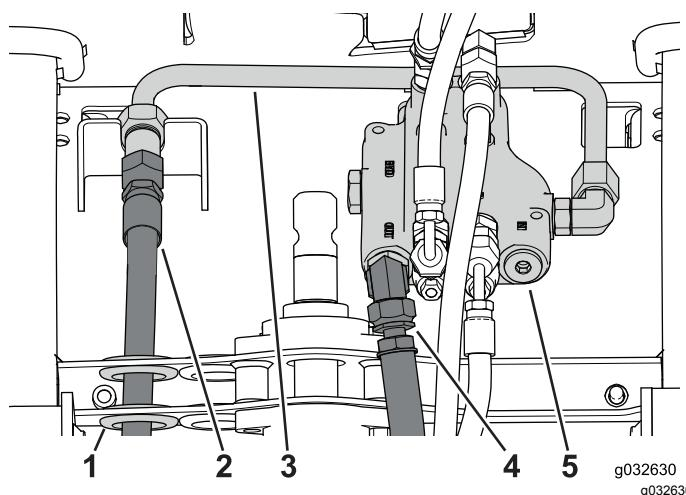

図 82
- 5. 給液ホースを貫通穴に通し、チューブコネクタに接続する図 82。
- 6. 戻りホースを制御バルブに接続する 図 82。